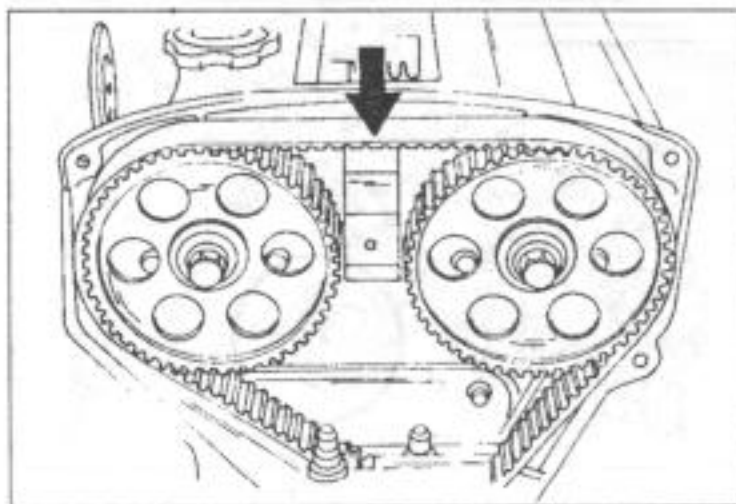

Рис. 70.
- замерять натяжение ремня между обеими приводными шестернями в месте, указанном на рис. 70. Для этого нужно повесить пружинные весы на ремень и тянуть его наружу с усилием 10 кг. Ремень должен продвинуться на 7,5-8,5 мм. В противном случае нужно вышеописанную установку повторить.